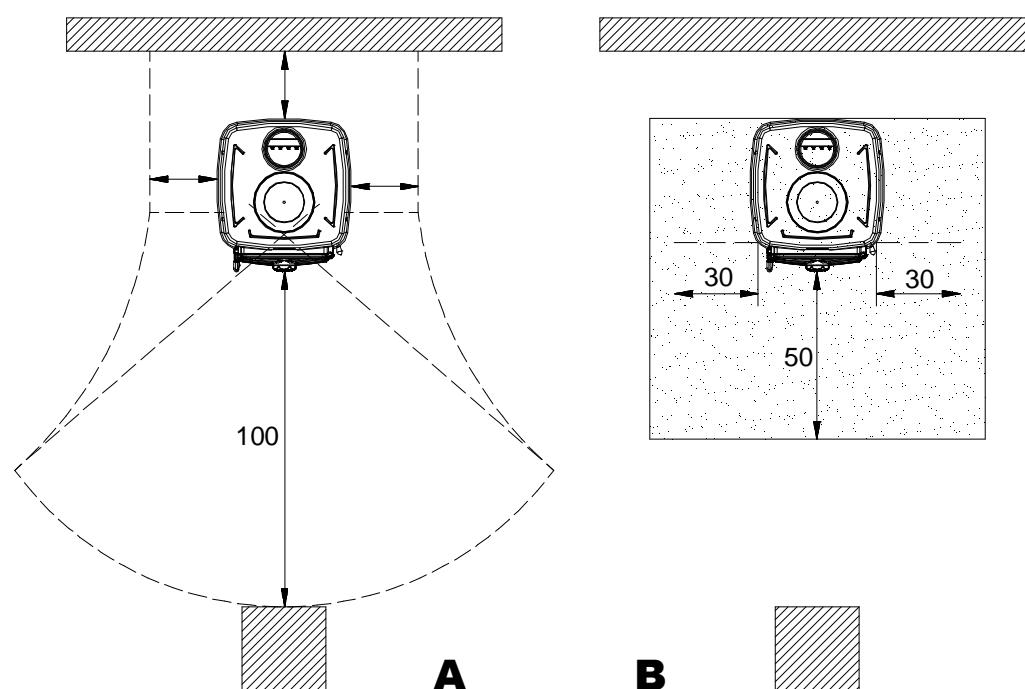

Рисунок 2
(смотреть Рисунок 2 - А). Все минимальные безопасные расстояния указаны на техническом щите с номинальными данными изделия и должны быть в точности соблюдены.
- c) в случае установки печи на легковоспламеняющемся полу, необходимо заранее установить подстилающий слой из огнеупорного материала. **Напольные покрытия из воспламеняющегося материала**, например, ковровое покрытие, паркет, пробковое покрытие и т.д., **должны быть заменены** слоем невоспламеняющегося материала, например, из керамики, камня, стекла, стали и т.д. (размеры на основе региональных нормативов). Данный подстилающий слой должен выступать из-под установки минимум на **50 см** сзади, по бокам на **30 см** и спереди минимум на **50 см** сверх размаха крышки топки (смотреть Рисунок 2 **В**).